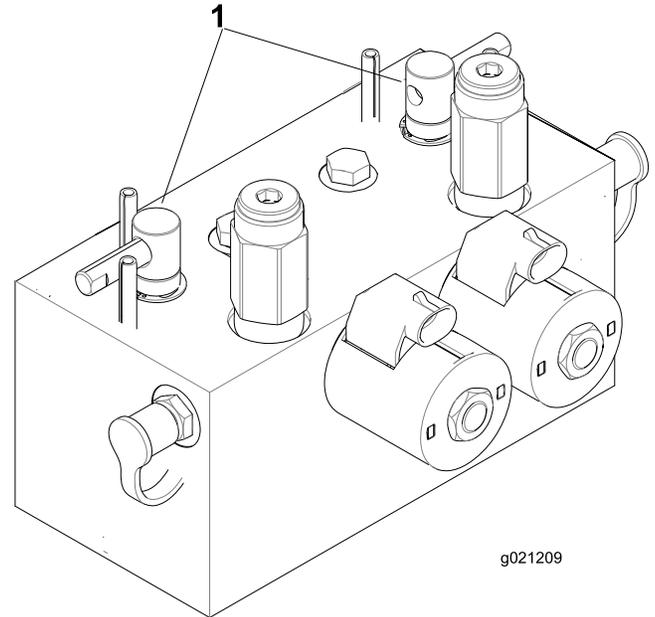

図 70
2. ラッチのロックを外してフードを開けるとバックラップレバーが見える 図 70。
5. バックラップレバーで、前のカッティングユニット又は後ろのカッティングユニット、あるいは両方を選択する 図 70。